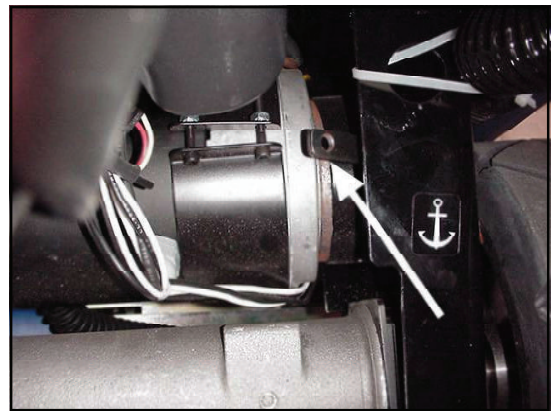

Рисунок 2
### Рычаг контроля потока раствора (Смотрите рис.2, элемент "C")
**ПРИМЕЧАНИЕ:** Машина не будет функционировать, когда включен ручной тормоз. Смотрите рис. 2.